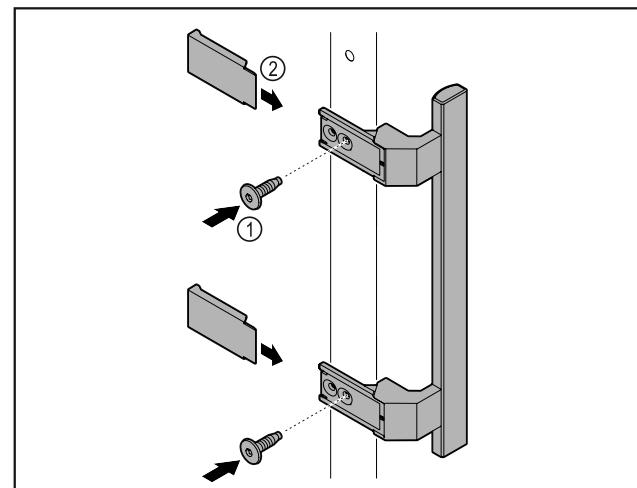

Fig. 7
- Rokturi no atsevišķā piedero mu iepakojuma ar klāt pievienoto skrūvju Fig. 7 (1) palīdzību piestipriniet pie durvīm.
- Uzlieciet pārsegū Fig. 7 (2).